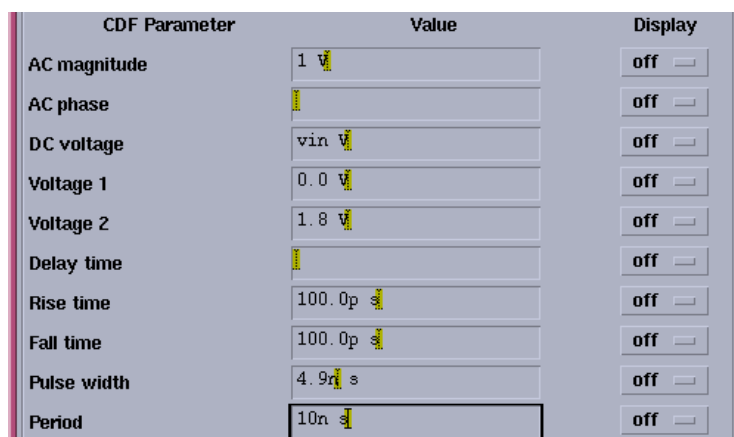

图 5.6 方波信号源的参数设置
①独立电源 `vdc` 也是在 `analoglib` 库中，将其属性中的 DC voltage 设为 1.8。
②另一个激励信号是方波源，对应器件名称为 `vpulse`，也位于 `analoglib` 库中。方波源的属性设置如图 5.6 所示。方波上升下降时间为 0.1n，周期为 10n，脉冲宽度为 4.9n，`voltage1`